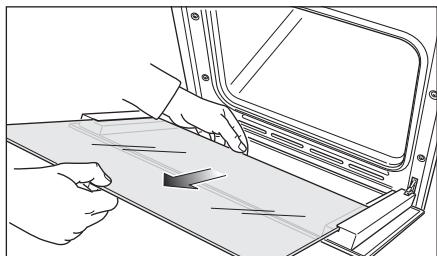

Fig. 7.6a
- Sortez en douceur la vitre intérieure (fig. 7.6a).